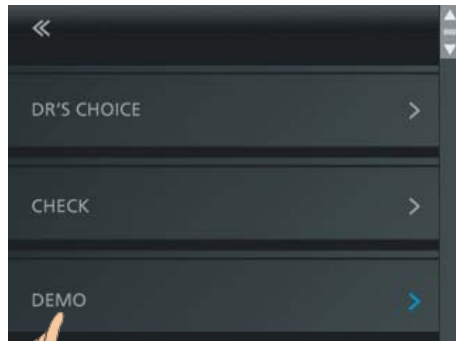

Fig. 36 Selezionare DEMO
- Accedere al menu Impostazioni e selezionare la funzione DEMO (Fig. 36).